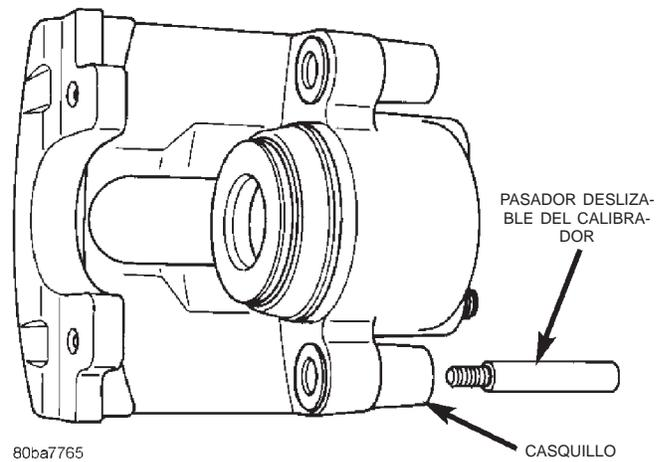

Fig. 81 Pasador deslizable y casquillo
(7) Instale los casquillos de pasador deslizables dentro del calibrador (Fig. 81).